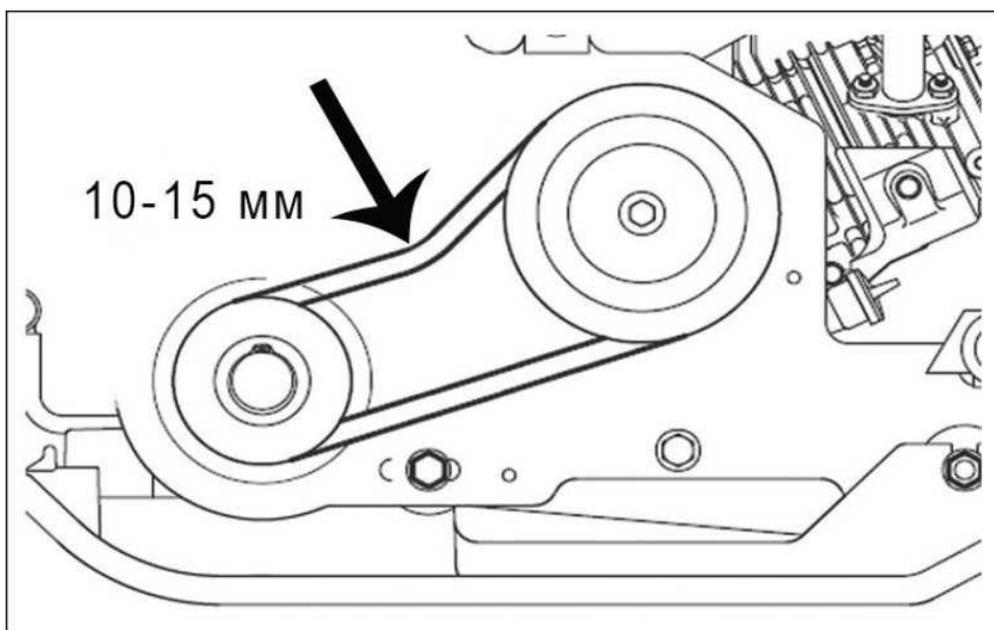

Рис.17. Проверка натяжения приводного ремня.
4. Сожмите ремень посередине между шкивами (Рис. 17). Правильно натянутый ремень при сильном нажатии пальцем должен прогибаться примерно на 10-15 мм